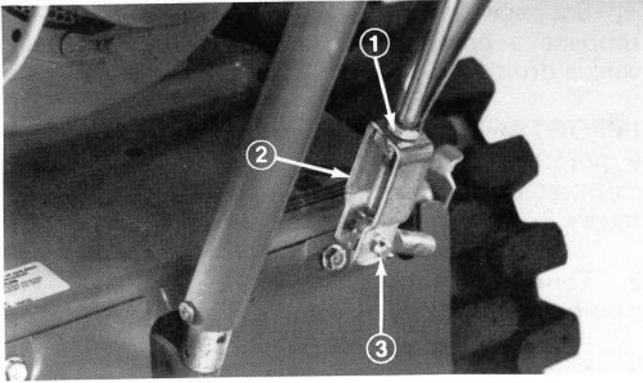

Figure 35
1. Desserrez l'écrou de blocage de l'étrier au bas de la tige de commande de tarière (Fig. 35). Ensuite, enlevez la goupille fendue et la cheville d'étrier retenant l'étrier à la tige coudée (Fig. 35).
2. Tournez l'étrier (Fig. 35) à gauche – en dévissant – pour accroître la tension et à droite – en vissant – pour diminuer la tension.
3. Raccordez l'étrier à la tige coudée à l'aide de la cheville d'étrier bloquée avec une goupille fendue (Fig. 35). Serrez ensuite l'écrou de blocage sur le haut de l'étrier (Fig. 35).